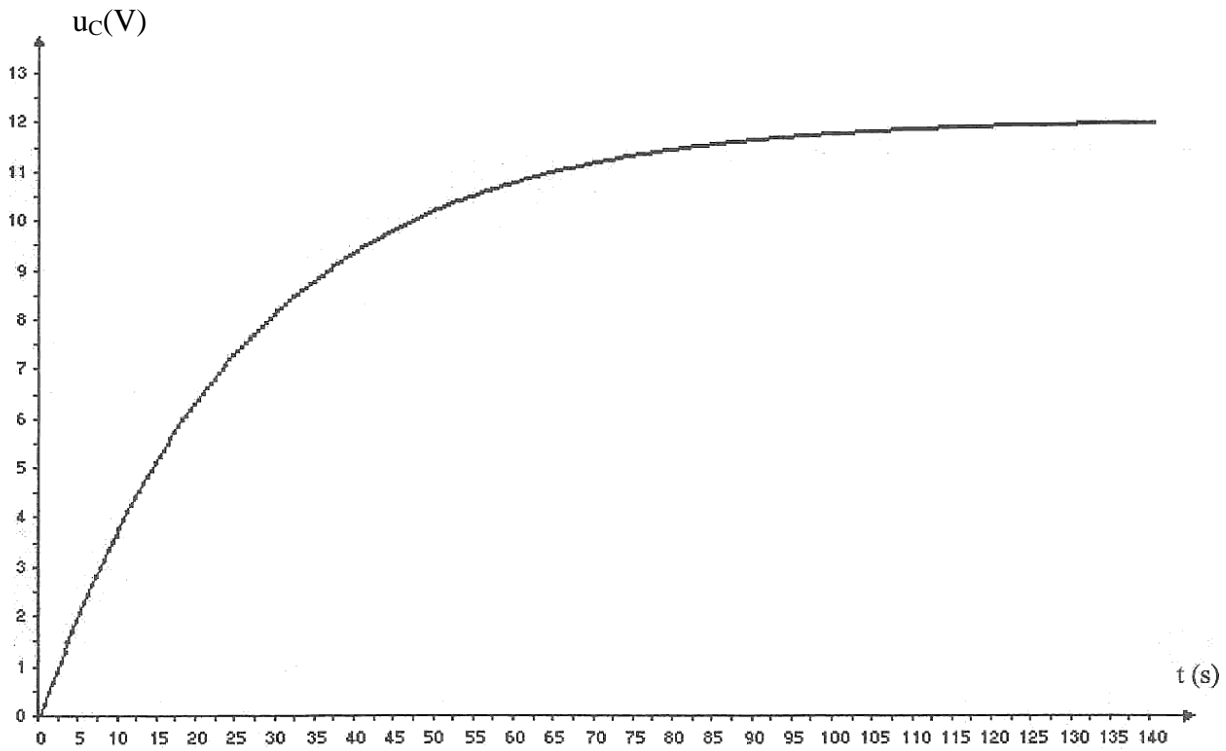

Figure 2
- 1.9.2. A l'aide de la courbe  $u_C = f(t)$  donnée en **ANNEXE (figure 2 à rendre avec la copie)**, déterminer graphiquement la valeur de  $\tau$  par la méthode de votre choix. La construction qui permet la détermination de  $\tau$  doit figurer sur la courbe  $u_C = f(t)$ .
2.2.5. Retrouver graphiquement la valeur de  $t_{al}$  à l'aide de la courbe  $u_C = f(t)$  fournie en ANNEXE (figure 2 à rendre avec la copie). Indiquer clairement cette durée sur le graphe.